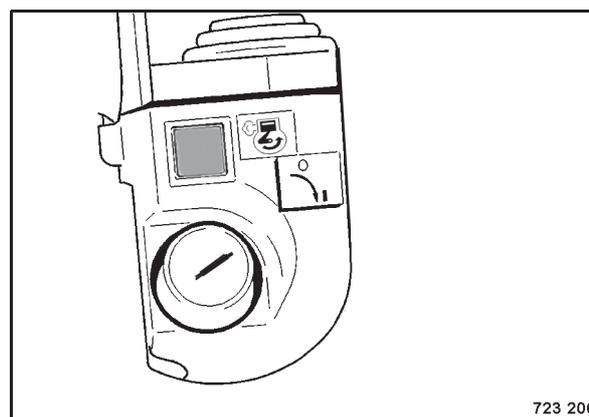

Bild 78
- Zum Motor starten Starttaster drücken (Bild 78).